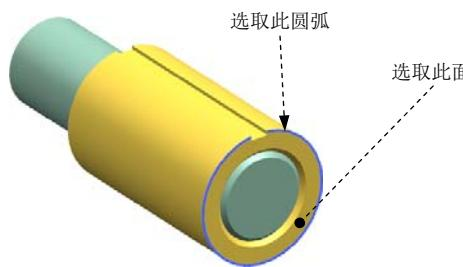
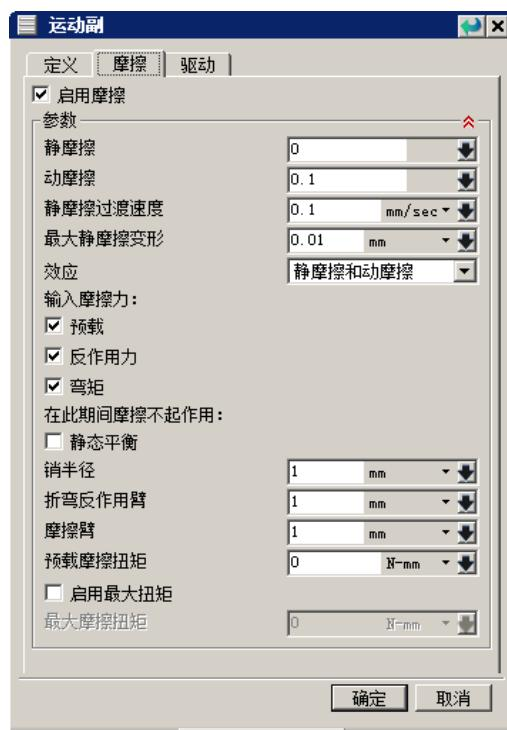

图 4.2.2 定义旋转副
图 4.2.3 “摩擦”选项卡
(4) 定义旋转轴原点。在“运动副”对话框 **操作** 区域的  下拉列表中选取“圆弧中心”  选项，在模型中选取图 4.2.2 所示的圆弧为原点参考。
**说明：**在选择旋转副的参考连杆时，可以直接单击选取图 4.2.2 所示的圆弧，这样可以不必再次选择原点。
(5) 定义旋转轴矢量。在**操作**区域的**方位类型**下拉列表中选择**矢量**选项，在**指定矢量**下拉列表中选取“面/平面法向”选项，在模型中选取图 4.2.2 所示的面为矢量参考。
(6) 定义运动副名称。在**名称**文本框中采用默认的运动副名称“J002”。
Step8. 定义旋转副的摩擦。单击“运动副”对话框中的**摩擦**选项卡，选中**启用摩擦**复选框，如图 4.2.3 所示。